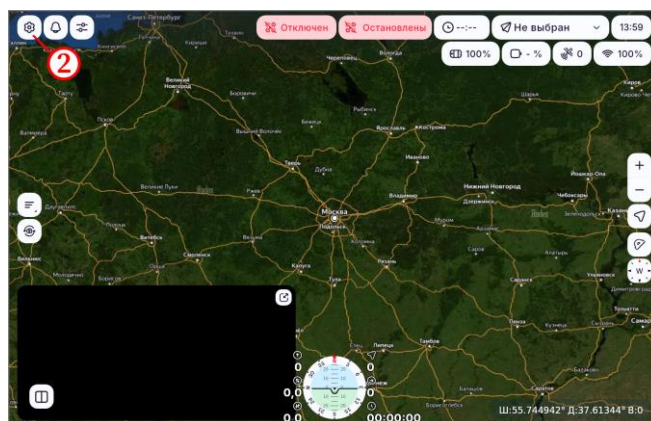

Рисунок 29
- в главном окне ПО нажать на кнопку  (рисунок 29, шаг 2);